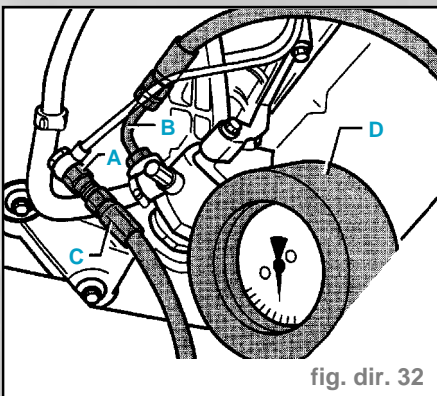

fig. dir. 32
- Mettre en place un adaptateur et un contrôleur. Vanne d'arrêt ouverte sur le manomètre (fig. dir. 32).